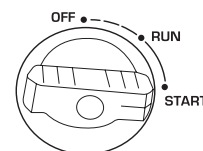

Fig. 2
- 11 Pentru pornirea manuală model KS 5500iEG S - mutați butonul MAIN POWER în poziția „ON”. Trageți starterul manual până ce simțiți o ușoară rezistență, apoi trageți-l relativ brusc către dumneavoastră. Rotiți încet starterul cu mâna, nu îi dați drumul brusc. Rotiți întrerupătorul multifuncțional în poziția „RUN” (fig. 2).
- 12 Pentru pornirea manuală modelele KS 2100iG S, KS 3100iG S: rotiți întrerupătorul multifuncțional în poziția „START” (fig. 2). Trageți starterul manual până ce simțiți o ușoară rezistență, apoi trageți-l relativ brusc către dumneavoastră. Rotiți încet starterul cu mâna, nu îi dați drumul brusc. Rotiți întrerupătorul multifuncțional în poziția „RUN” (fig. 2).